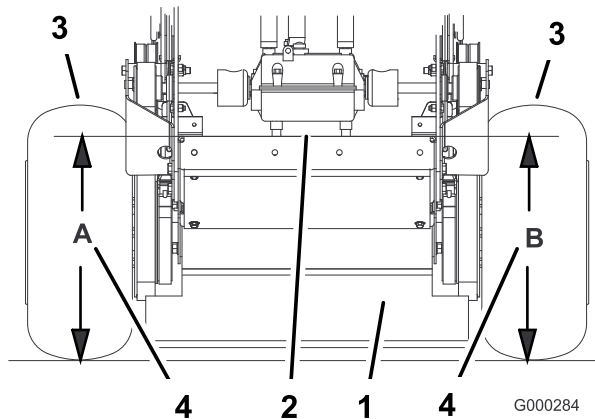

Figure 62
4. Mesurez la hauteur du plancher moteur au point **A** (Figure 62).
5. Mesurez la hauteur du plancher moteur au point **B** (Figure 62).